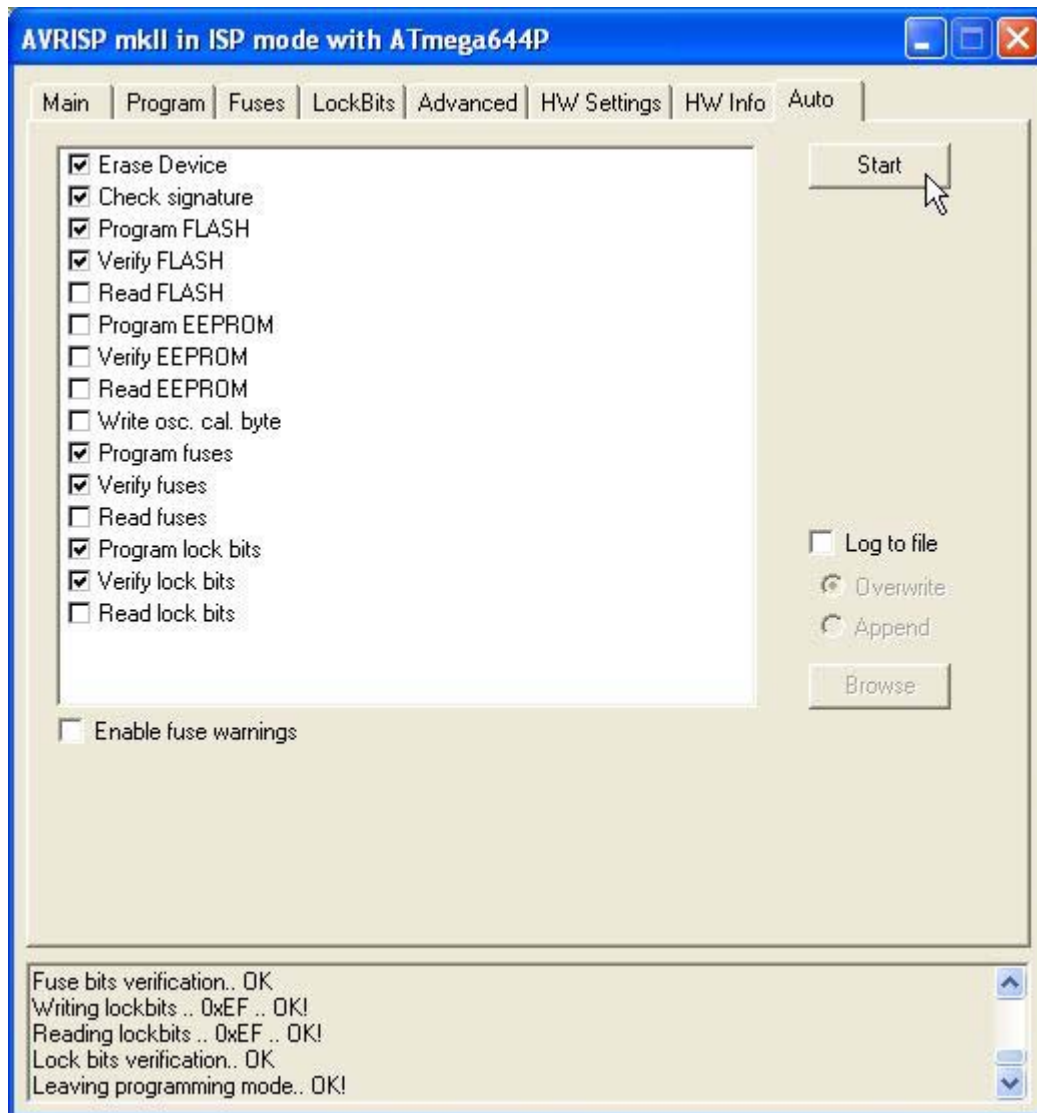

FIGURA D9: PROGRAMMAZIONE ISP CON AVRISP MK II
Avviare la programmazione premendo il pulsante *Start* e controllare che nella parte bassa della finestra tutte le operazioni procedano regolarmente, ovvero siano affiancate dall'indicazione *OK*, come mostrato in figura D9. Durante la programmazione il LED di stato dell'**AVRISP mk II** diventa rosso ed al termine, qualora non siano intervenuti errori, ridiventa verde.
- n) Nella sotto finestra *Auto* selezionare le operazioni da effettuare per la programmazione ISP con **JTAGICE mk II**, ovvero cancellare il dispositivo, programmare e verificare la FLASH, programmare e verificare i fusibili, programmare e verificare i bits di protezione. A questo punto è importante ricordare che procedendo con la programmazione ISP si perderà definitivamente tutto il precedente contenuto della FLASH e quindi anche l'AVR Bootloader grifo(r) fornito con il Mini Modulo. Avviare la programmazione premendo il pulsante *Start* e controllare che nella parte bassa della finestra tutte le operazioni procedano regolarmente, ovvero siano affiancate dall'indicazione *OK*, come mostrato in figura D9. Durante la programmazione il LED destro del **JTAGICE mk II** diventa verde ed al termine, qualora non siano intervenuti errori, si disattiva.